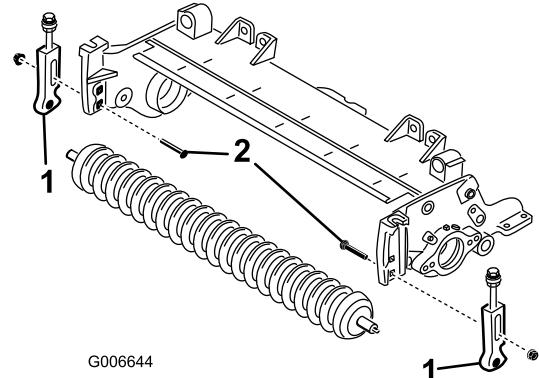

Bild 4
- Nehmen Sie die Schlossschrauben und Muttern ab, mit denen die Schnitthöhenhalterungen an den Seitenplatten der Schneideinheit befestigt sind (**Bild 4**).
- Nehmen Sie die Schnitthöhenhalterungen und die vordere Rolle von den Seitenplatten der Schneideinheit ab (**Bild 4**).